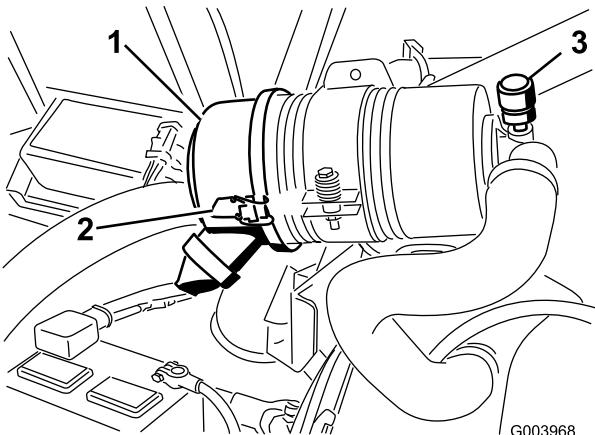

图49
仅在维护指示器(图49)要求时,维护空气滤清器滤芯。在必须更换之前更换空气滤清器,只会增加灰尘在滤清器拆下时进入发动机的几率。
1. 松开将空气滤清器盖固定到空气滤清器壳体上的搭扣(图49)。